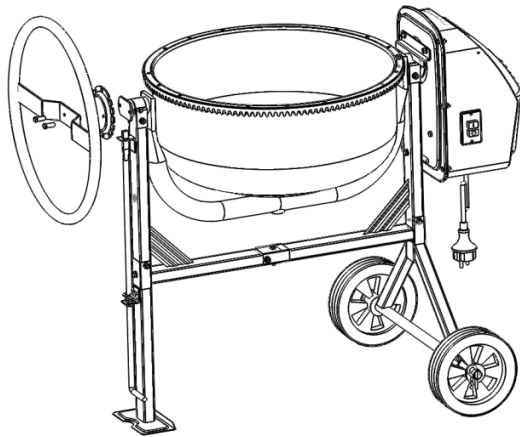

Fig.11
- Positionnez la rondelle d'arrêt dentée (12), P.13 entre le cadre et la roue pivotante (8) comme indiqué dans la Fig.11.